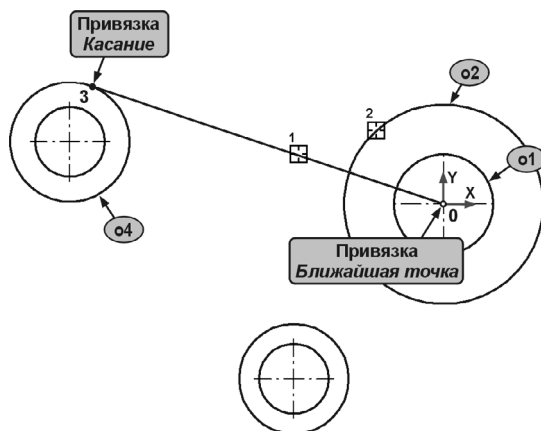

Рис. 25.6. Построение касательного отрезка
11. Постройте отрезок 0–3 (рис. 25.6). Расположите его касательно к окружности о4 через центр окружности о1 (точка 0).